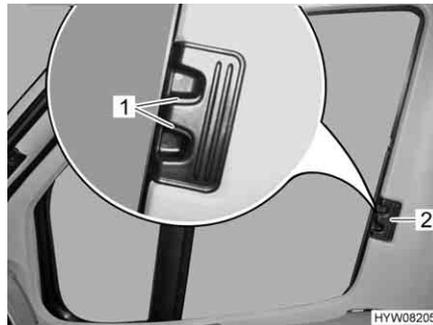

Bild 7 Verriegelung faltverdunklungen Fahrer-/Beifahrerfenster
- Die faltverdunklung am Griff (Bild 7,2) bis zum Anschlag einschieben.
- Die entriegelungsgriffe (Bild 7,1) einrasten lassen.